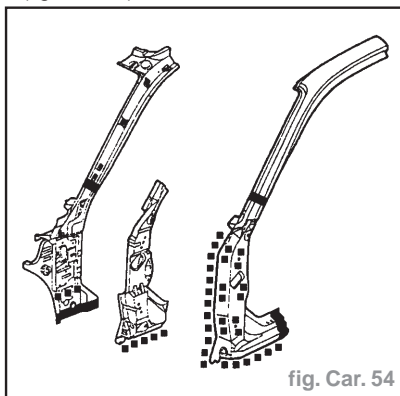

fig. Car. 54
- Préparer et nettoyer les faces d'assemblage de panneau. Poinçonner ou percer des trous pour le soudage en bouchon dans le panneau neuf, comme illustré (fig. Car. 54).